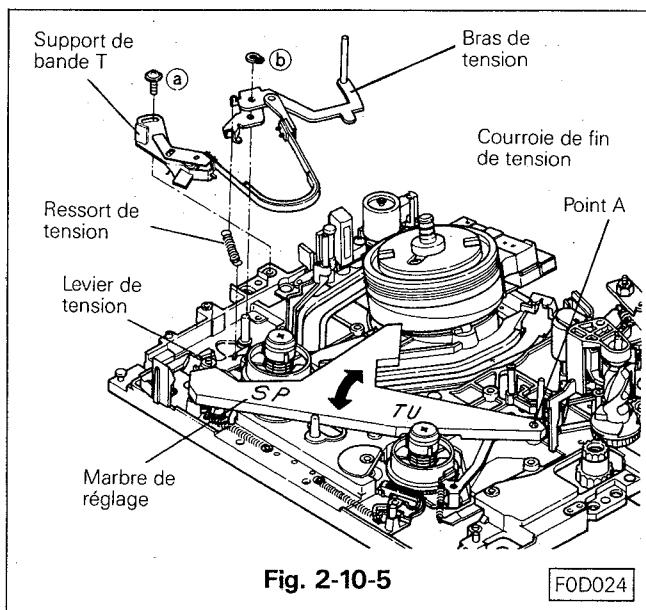

Fig. 2-10-5
- F. Remonter le bras de tension sur son axe ainsi que la rondelle d'arrêt ⑥. (Voir Fig. 2-10-5)
- G. Monter le ressort de tension sur le bras/levier de tension. (Voir Fig. 2-10-5)
- H. Assembler le support T (T = Take Up = Récepteur) sur la platine principale en évitant d'endommager la courroie du frein de tension, revisser la vis ④ légèrement. (Voir Fig. 2-10-5)